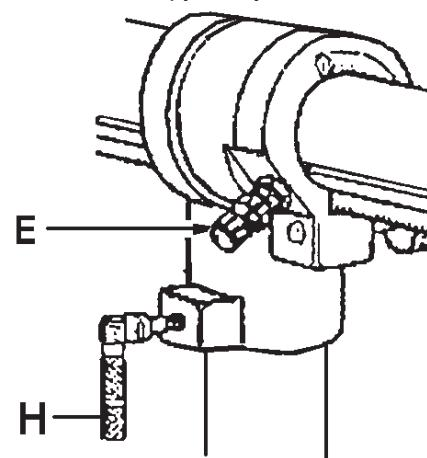

Рис.5
- Сверлильная головка может быть повернута на 45° вправо (R) и на 90° влево (L).
- Для поворота на 90° вытащите фиксирующий штифт (Е, Рис. 5) и выверните его.
- Для этого ослабьте рукоятку зажима (Н, Рис. 5).
- Ослабьте рукоятку зажима (F).
- С помощью ручки настройки (I) может быть достигнута желаемая регулировка.